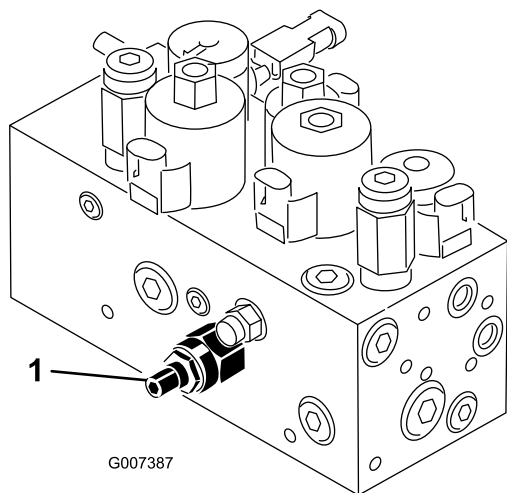

Figura 48
O circuito de elevação da unidade de corte encontra-se equipado com uma válvula de regulador de caudal (Figura 48). Esta válvula é previamente configurada pelo fabricante, mas por vezes é necessário efectuar ajustes de modo a compensar diferenças na temperatura do óleo hidráulico, nas velocidades de corte, acessórios, etc. Se for necessário algum ajuste proceda da seguinte forma:
1. Levante o banco e localize a válvula de controlo do fluxo (Figura 48) montada ao lado do cilindro hidráulico para o apoio central.